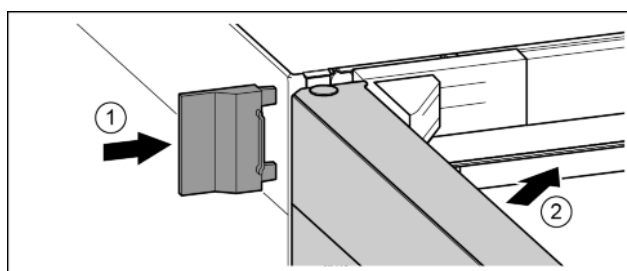

Fig. 26
- Enfiler le cache extérieur. *Fig. 26 (1)*
- Fermer la porte supérieure. *Fig. 26 (2)*